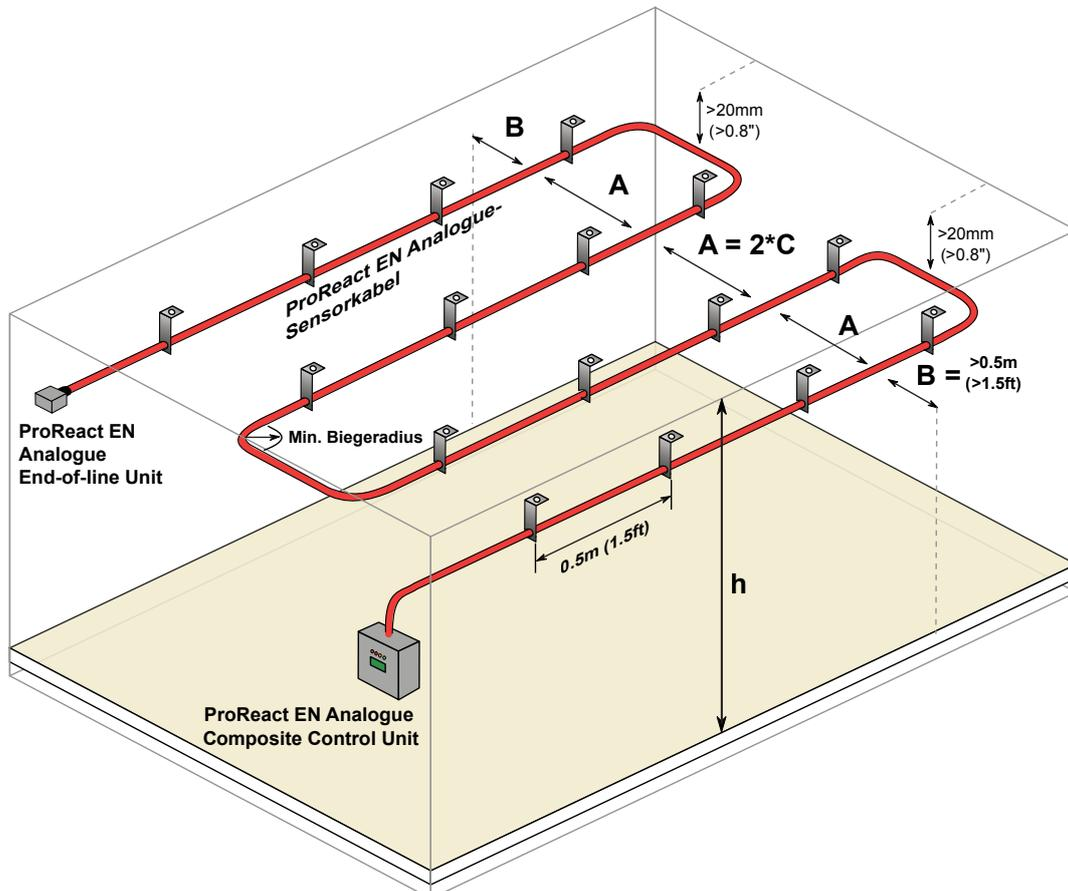

Abbildung 8: Raumschutz mit dem ProReact-EN Analogue-LHD-System
-  Montieren Sie das Sensorkabel nie näher als 0,5 m an Wände, Ausrüstung oder gelagerte Ware (gezeigt als B in Abbildung 8).
Deshalb darf der Abstand zwischen zwei parallelen Sensorkabel-Führungen (gezeigt als A in Abbildung 8 unten) nicht größer sein als der in Tabelle 4 aufgeführte Abstand. Für Klasse A11 beträgt die maximale Deckenhöhe (h) 9 m (siehe DIN VDE 0833-2 Abschnitt 6.1.5.3).